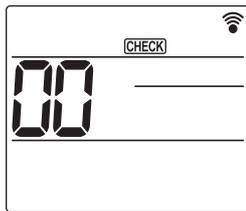

Fig. 6-7
- Appuyez sur la touche **MENU** pendant 5 secondes. (Fig. 6-7)